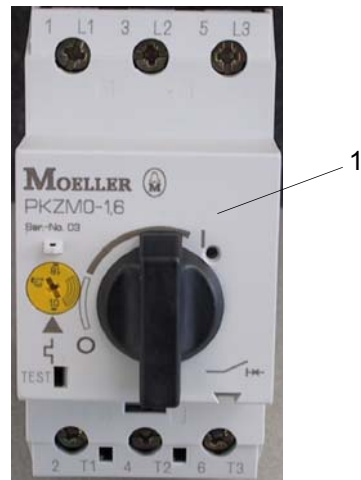

Abb. 3.2
- Ist die Ursache behoben, kann das Motorschutzrelais -1- durch Drehen auf Pos. I wieder zurückgesetzt werden - Abb. 3.2 -.